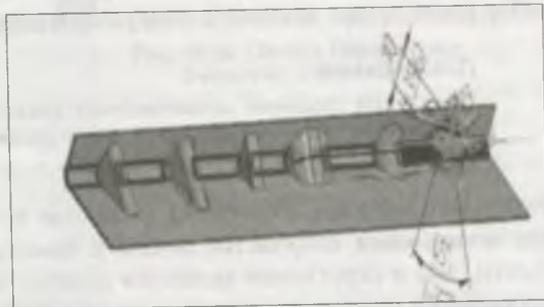

Рис. 29.32. Варианты построения ребер усиления
- ◆ задайте положение ребра усиления. Для этого требуется указать, в какой точке средняя плоскость пересекает ребро сгиба. Это можно сделать одним из способов (рис. 29.32):
- ◆ если необходимо, включите опции **Прогиб** и **Скругление основания**, поставив переключатели в **Положение 1** (включено). По фантому определитесь с выбранными размерами (рис. 29.32);
- ◆ для завершения построения нажмите кнопку **Создать объект** — на сгибе листовой детали появилось ребро усиления, а в **Дереве** модели — его пиктограмма. Самостоятельно создайте варианты ребер на данной листовой детали, как на рис. 29.32.